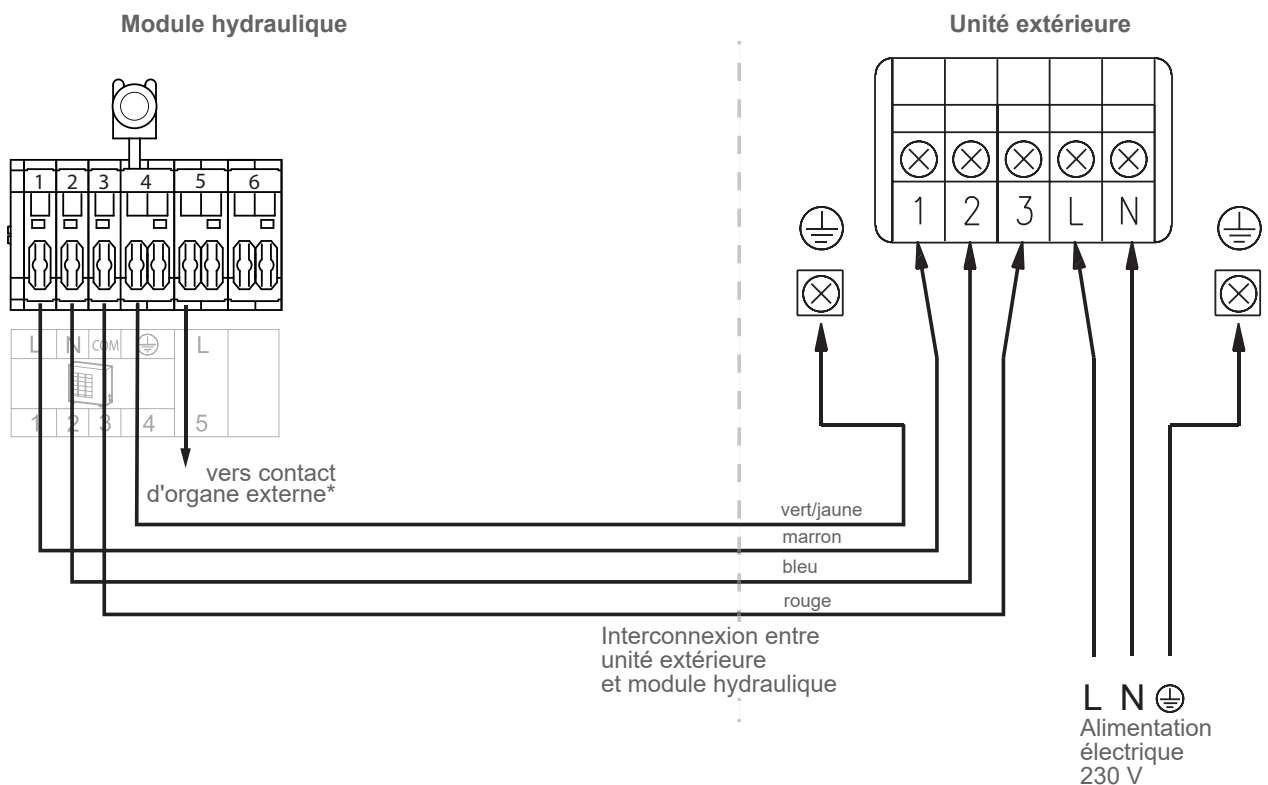
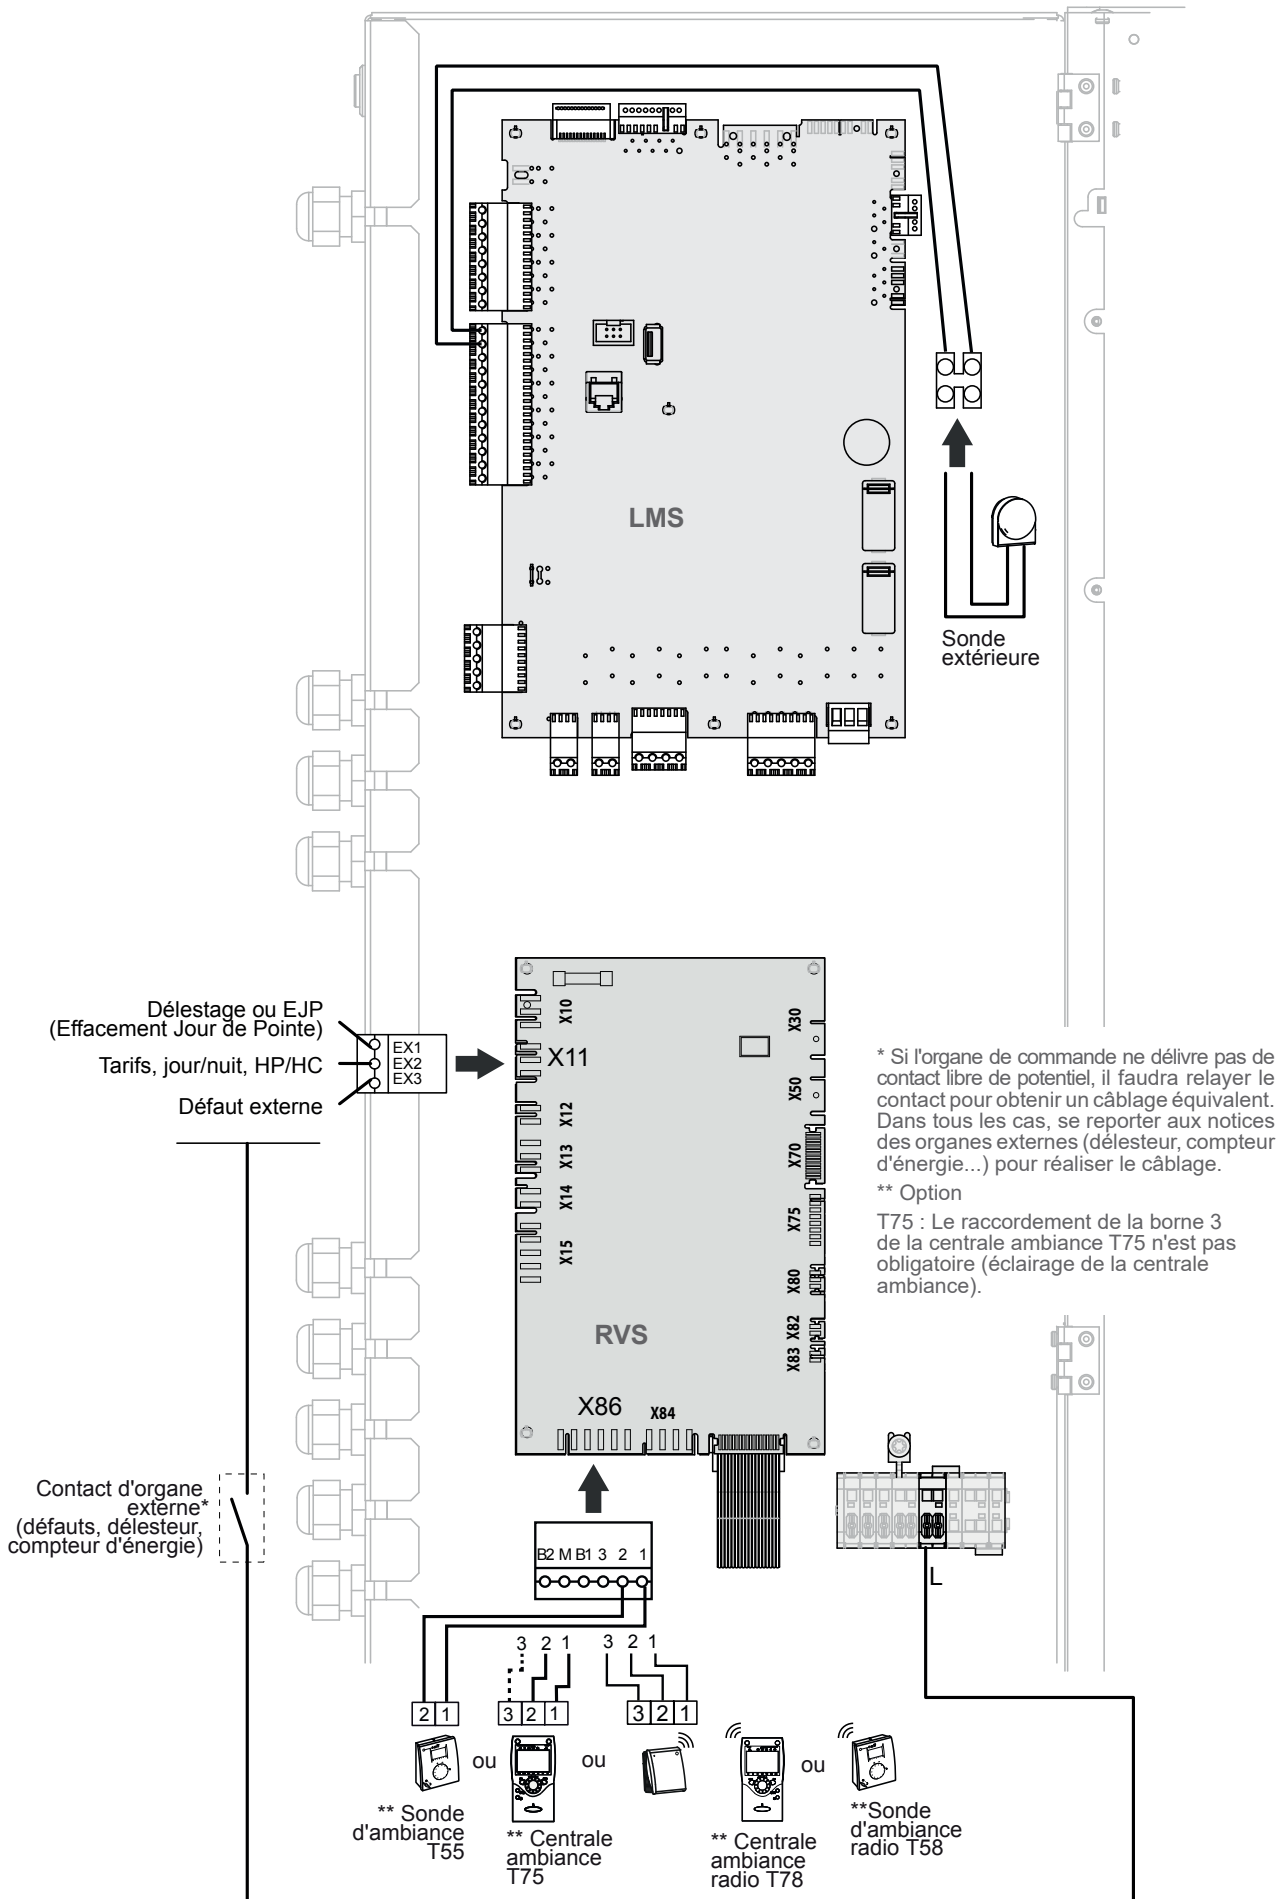

fig. 35 - Raccordement aux borniers et relais de puissance
fig. 36 - Raccordements sur le régulateur PAC (accessoires et options)
- Effectuer les raccordements suivant les schémas (fig. 35 et fig. 36).